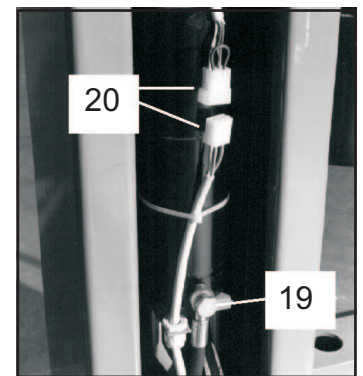

Fig.18
- in caso di rottura del sistema idraulico (centralina/tubi) interviene la valvola di blocco (19, fig.18) posta sul cilindro
- in caso di eccessiva corsa del cilindro è stato previsto un connettore a strappo (20, fig.18) che interrompe l'alimentazione al quadro.
- the block valve (19, fig.18), located on the cylinder, will trip if the hydraulic system ruptures (power unit/hoses)
- if the cylinder exceeds its travel distance, a pull connector has been installed which cuts off the power supply to the control box (20, fig.18).